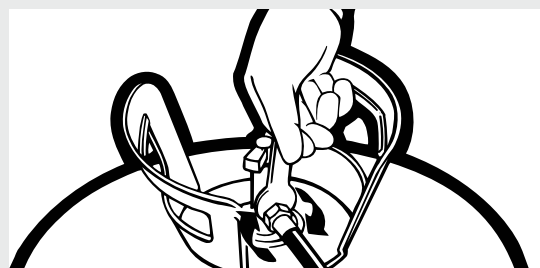

Figura 2.
- Aplica una capa fina de vaselina a la cara interior del dispensador Insta-Flo™. Esto facilita la limpieza de la cara del dispensador y prolonga la vida útil del dispensador Insta-Flo™. (Ver Figura 2)